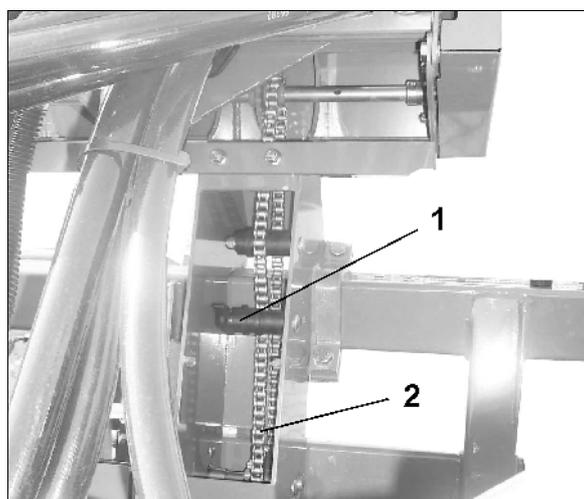

Fig. 32
3. Desserrer les écrous (Fig. 32/2) pour détendre le tendeur de chaîne.
4. Placer la chaîne (Fig. 32/2) sur la démultiplication souhaitée.